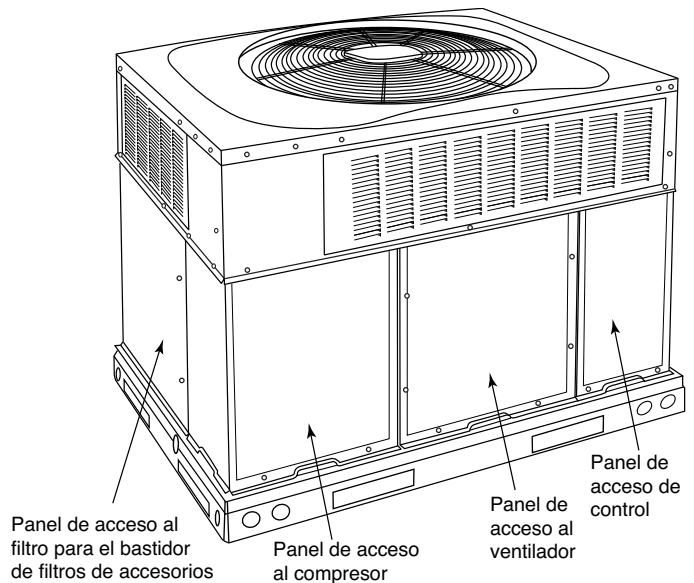
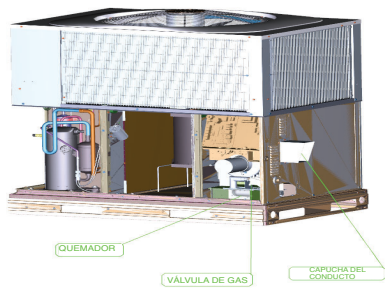
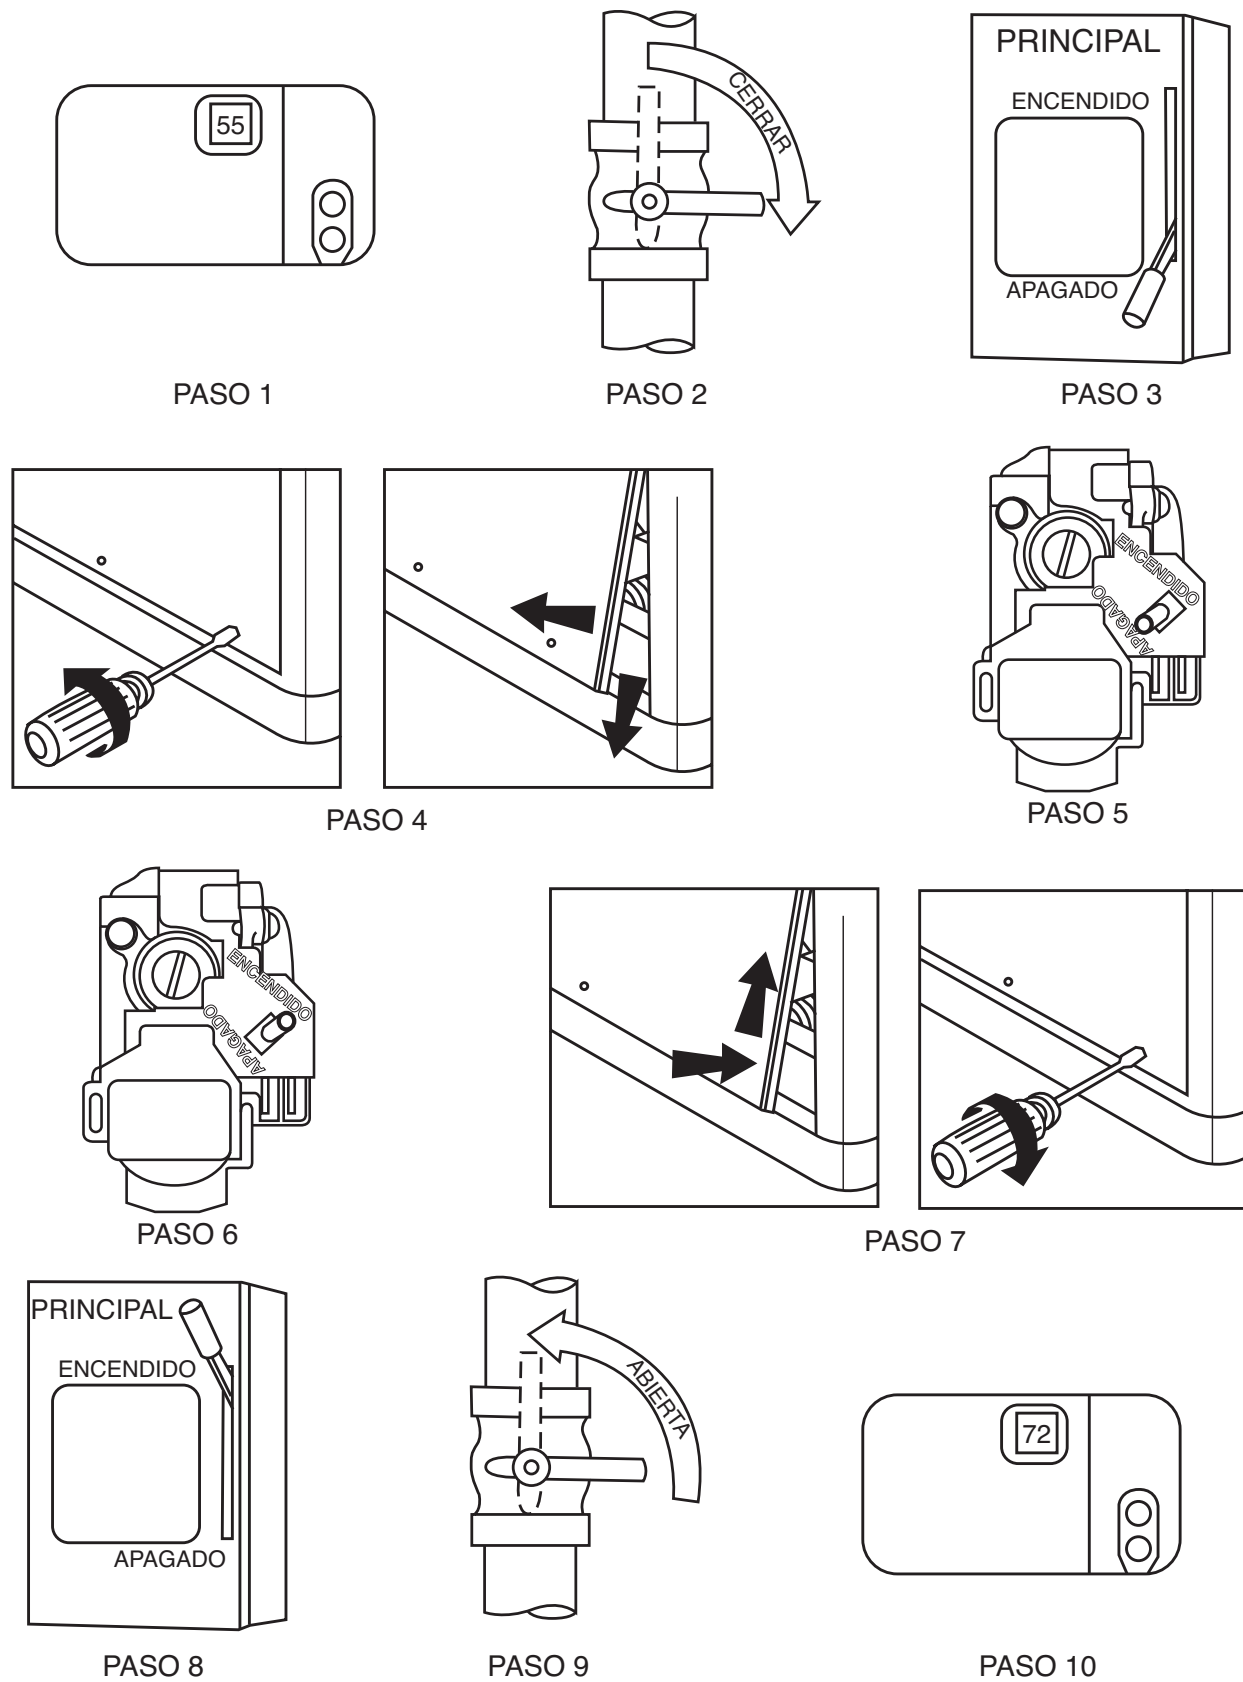

Fig. 2: Panel de acceso a la unidad
Fig. 3: Unidad de calefacción a gas/enfriamiento eléctrico sin panel de acceso ^{A210171SP}
Fig. 4: Para encender la calefacción a gas de la unidad
Consulte la Fig. 2 para conocer la ubicación del panel de acceso frontal de la unidad. Consulte la Fig. 3 para conocer la ubicación de la válvula de gas. Consulte la Fig. 4 mientras continúa con los siguientes pasos.
4. Retire el panel de acceso a los controles con una llave para tuercas de 5/16 in. (consulte la Fig. 2).
4. Quite el panel de acceso a los controles. (consulte la **Fig. 2**).
Para reemplazar o inspeccionar los filtros en el estante para filtros de accesorios (consulte Fig. 2):